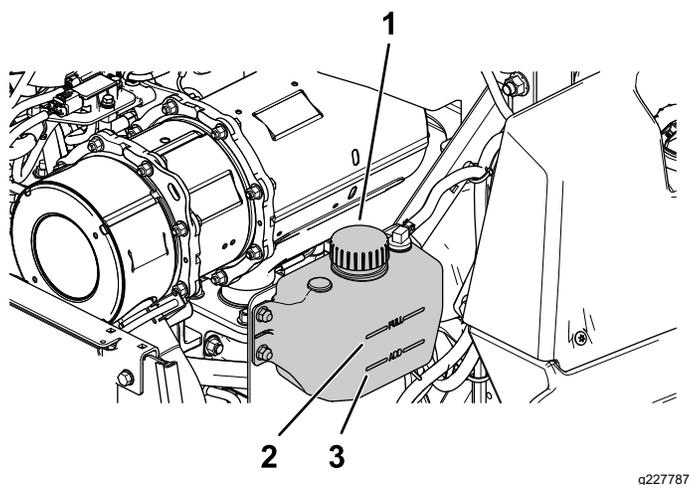

Figura 52
4. Controllate il livello di refrigerante nel serbatoio di espansione (Figura 52).
5. Se il livello del refrigerante è basso, togliete il tappo dal serbatoio di espansione e rabboccate il refrigerante specificato (Figura 52).